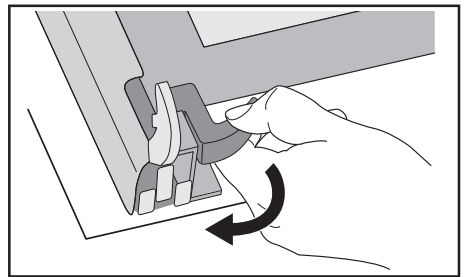

Abb. 9
7. betätigen Sie zum Entfernen der Innenscheiben das Verriegelungssystem (Abb. 9);